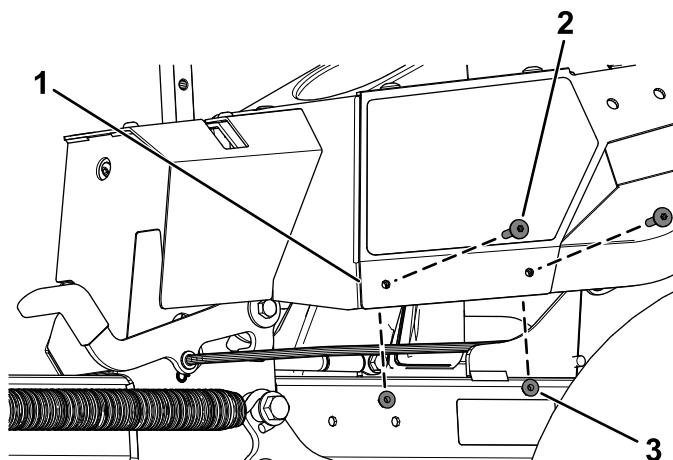

Figura 7
A. Rimuovete le 2 viti Torx ($\frac{1}{4}$ " x $1-5/16$ ") e i 2 dadi di bloccaggio ($\frac{1}{4}$ ") dal vano contenitore sinistro (Figura 7).